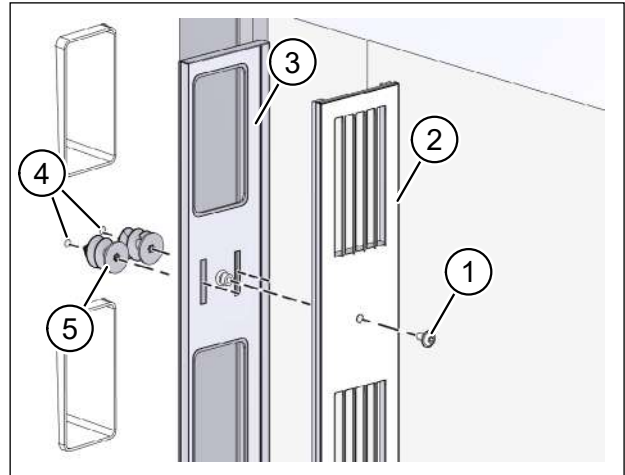

Abb. 4: Isolierdübel einsetzen
- ▶ Lösen Sie mit dem Innensechskantschlüssel die M6-Schraube (Pos. 1 in Abb. 4) zum Halten der Deckplatte (Pos. 2 in Abb. 4) am Fassadenabschluss M-WRG-EFL/AP...
- ▶ Setzen Sie die Grundplatte (Pos. 3 in Abb. 4) des Fassadenabschlusses auf die Flachkanäle auf.
- ▶ Markieren Sie an der Fensterlaibung die Positionen der Bohrungen (Pos. 4 in Abb. 4) für die Isolierdübel (Pos. 5 in Abb. 4).